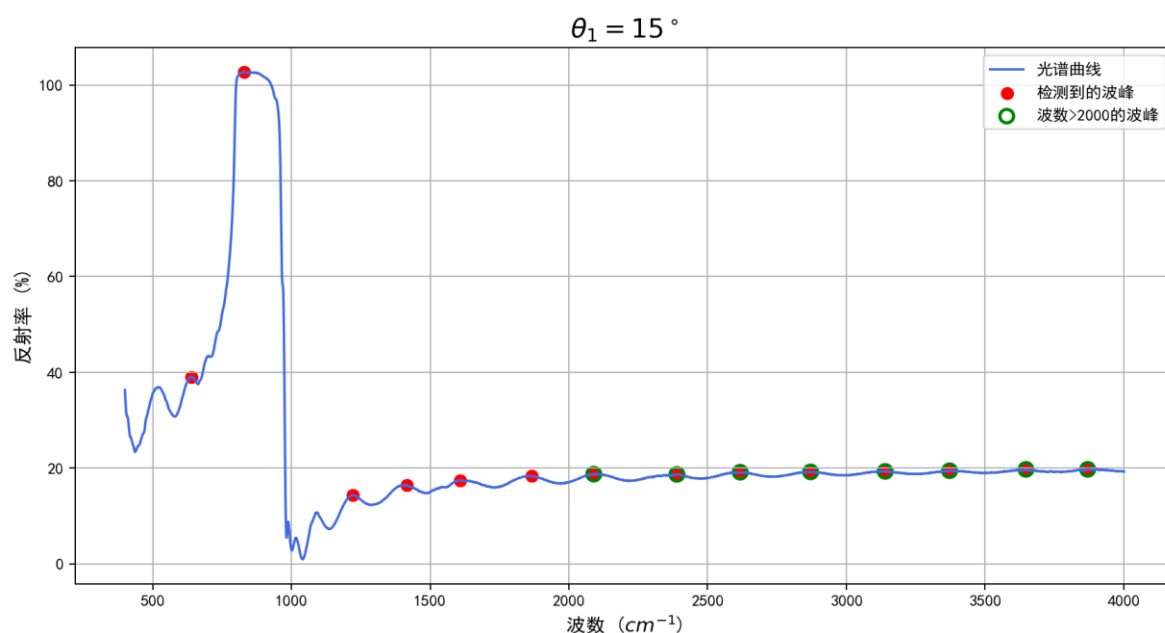

图6 $\theta_1 = 15^\circ$ 时碳化硅外延层反射率曲线及检测波峰
2) $\theta_2 = 15^\circ$, 共检测到 14 个波峰, 如图 6 所示。